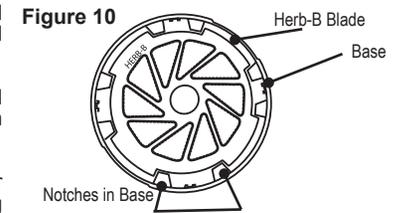

Figure 10
2. Insert the Herb Blade labeled "HERB-B" (with the wording facing up) into the Base, turn so that Blade snaps down onto the lowest notches in the Base (Figure 10).
2. Introduisez la lame pour les herbes étiquetée HERB-B (avec le texte dirigé vers le haut) dans la base, tournez de manière à ce que la base s'enclenche dans les crans inférieurs de la base (Figure 10).